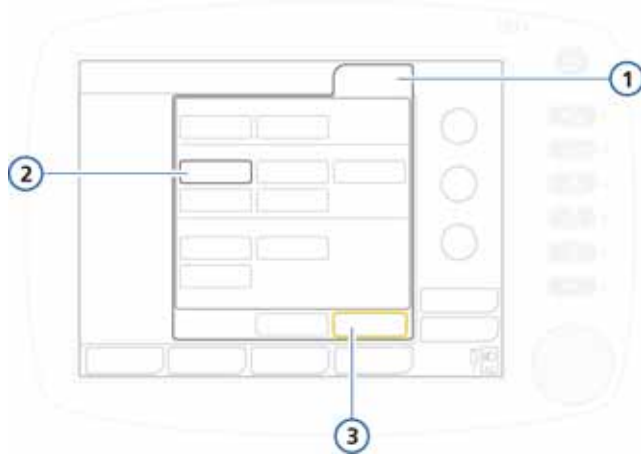

Figura 5-2. Modalità neonatali
1. Toccare il tasto **Moda1it** nella parte superiore del display. Viene visualizzata la finestra Modalità (Figura 5-2).